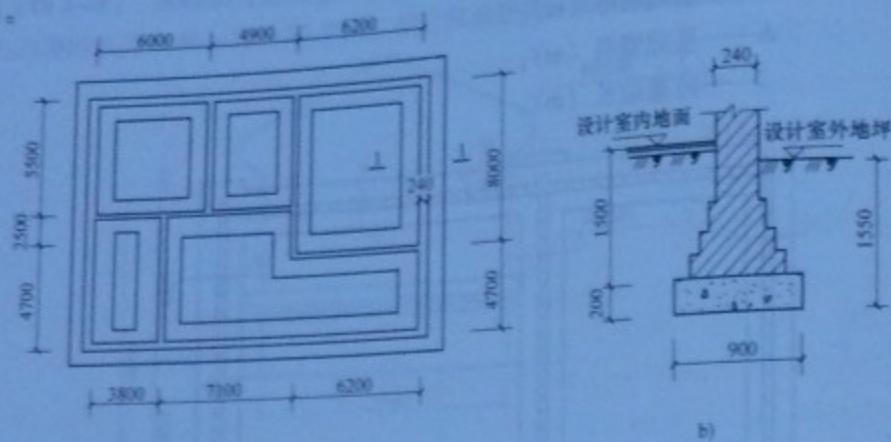

图 1-33 砖基础施工图
**【例 1-33】** 根据图 1-33 基础施工图有关尺寸, 计算砖基础的长度 (基础墙厚均为 240)。